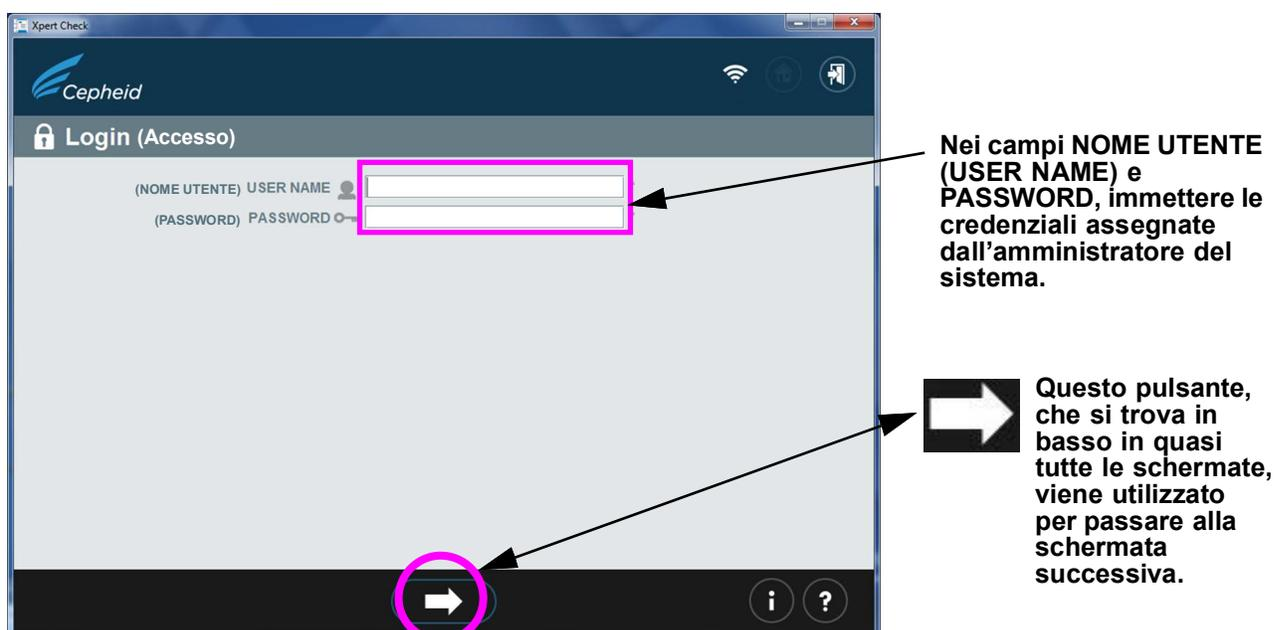

Figura 2-4. Schermata Accesso (Login) di Xpert Check
5. Dopo aver acconsentito ai Termini di servizio comparirà la schermata Accesso (Login). Accedere compilando i campi **NOME UTENTE (USER NAME)** e **PASSWORD** con le credenziali di livello amministratore specifiche per GeneXpert Dx, GeneXpert Xpress o GeneXpert Infinity (precedentemente assegnate dall'amministratore del sistema). Dopo aver immesso le informazioni di accesso, toccare o fare clic sul pulsante con la freccia avanti, in basso nella schermata, per passare alla schermata Pagina iniziale (Home) di Xpert Check. Vedere la Figura 2-4.